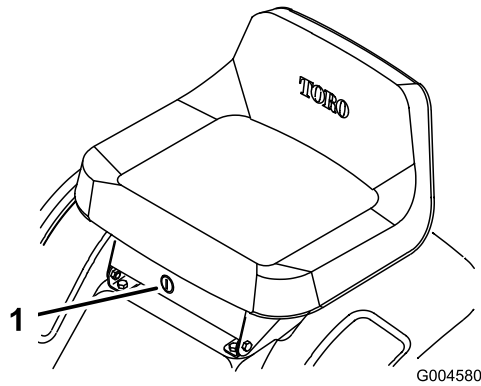

Figure 15
S'il est nécessaire d'utiliser la commande des lames (PDF) en marche arrière, désactivez ce dispositif de sécurité à l'aide du commutateur KeyChoice situé près du support du siège (Figure 15).
2. Introduisez la clé KeyChoice dans le commutateur (Figure 15).